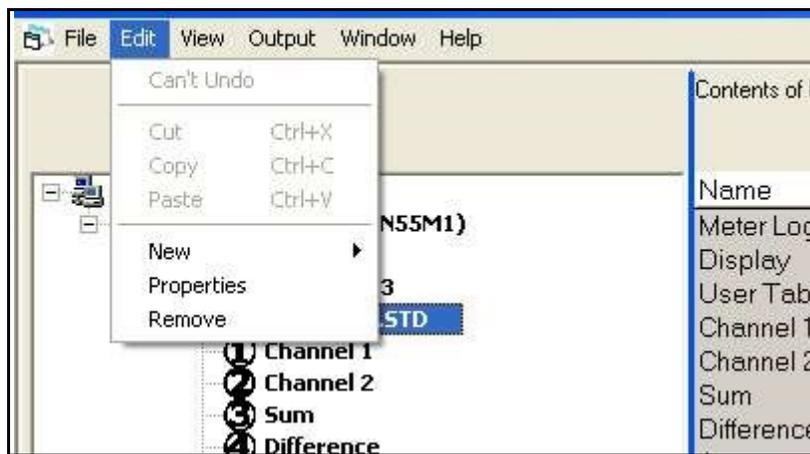

Figure 49: option *Propriétés* (Propriétés)
2. Faites un clic droit sur le XGF868i en surbrillance et sélectionnez l'option *Propriétés* (Propriétés), comme illustré *Figure 49*.